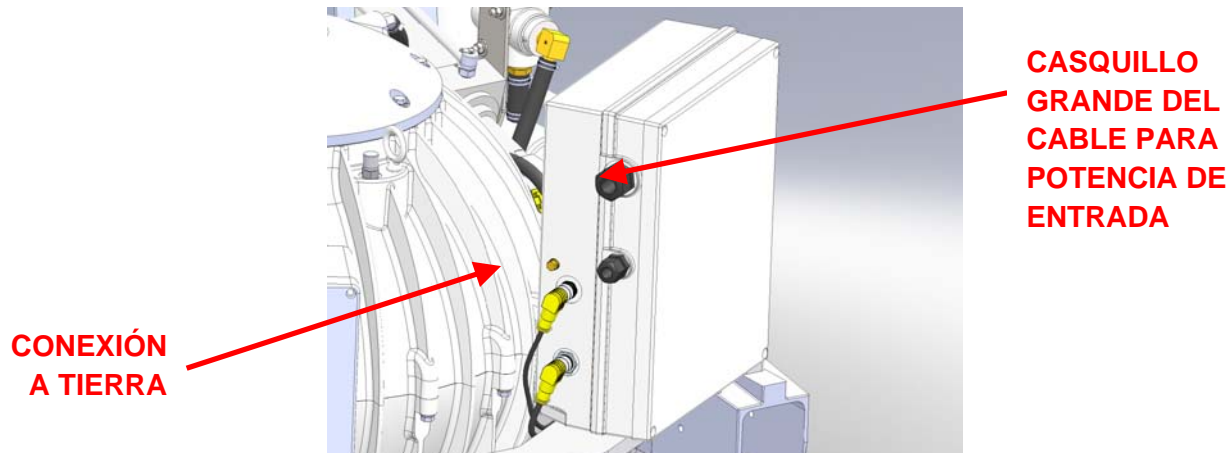

FIGURA 2 – CASQUILLO PARA EL INGRESO DE ENERGÍA CA EN LA CAJA DE ACCIONAMIENTO POR MOTOR (no se muestra el cable)
- iv. No conecte nada a la conexión a tierra mostrada en la Figura 2. La caja compacta de accionamiento por motor se conecta a tierra mediante los pernos de montaje directamente a la abrazadera frontal del giróscopo.